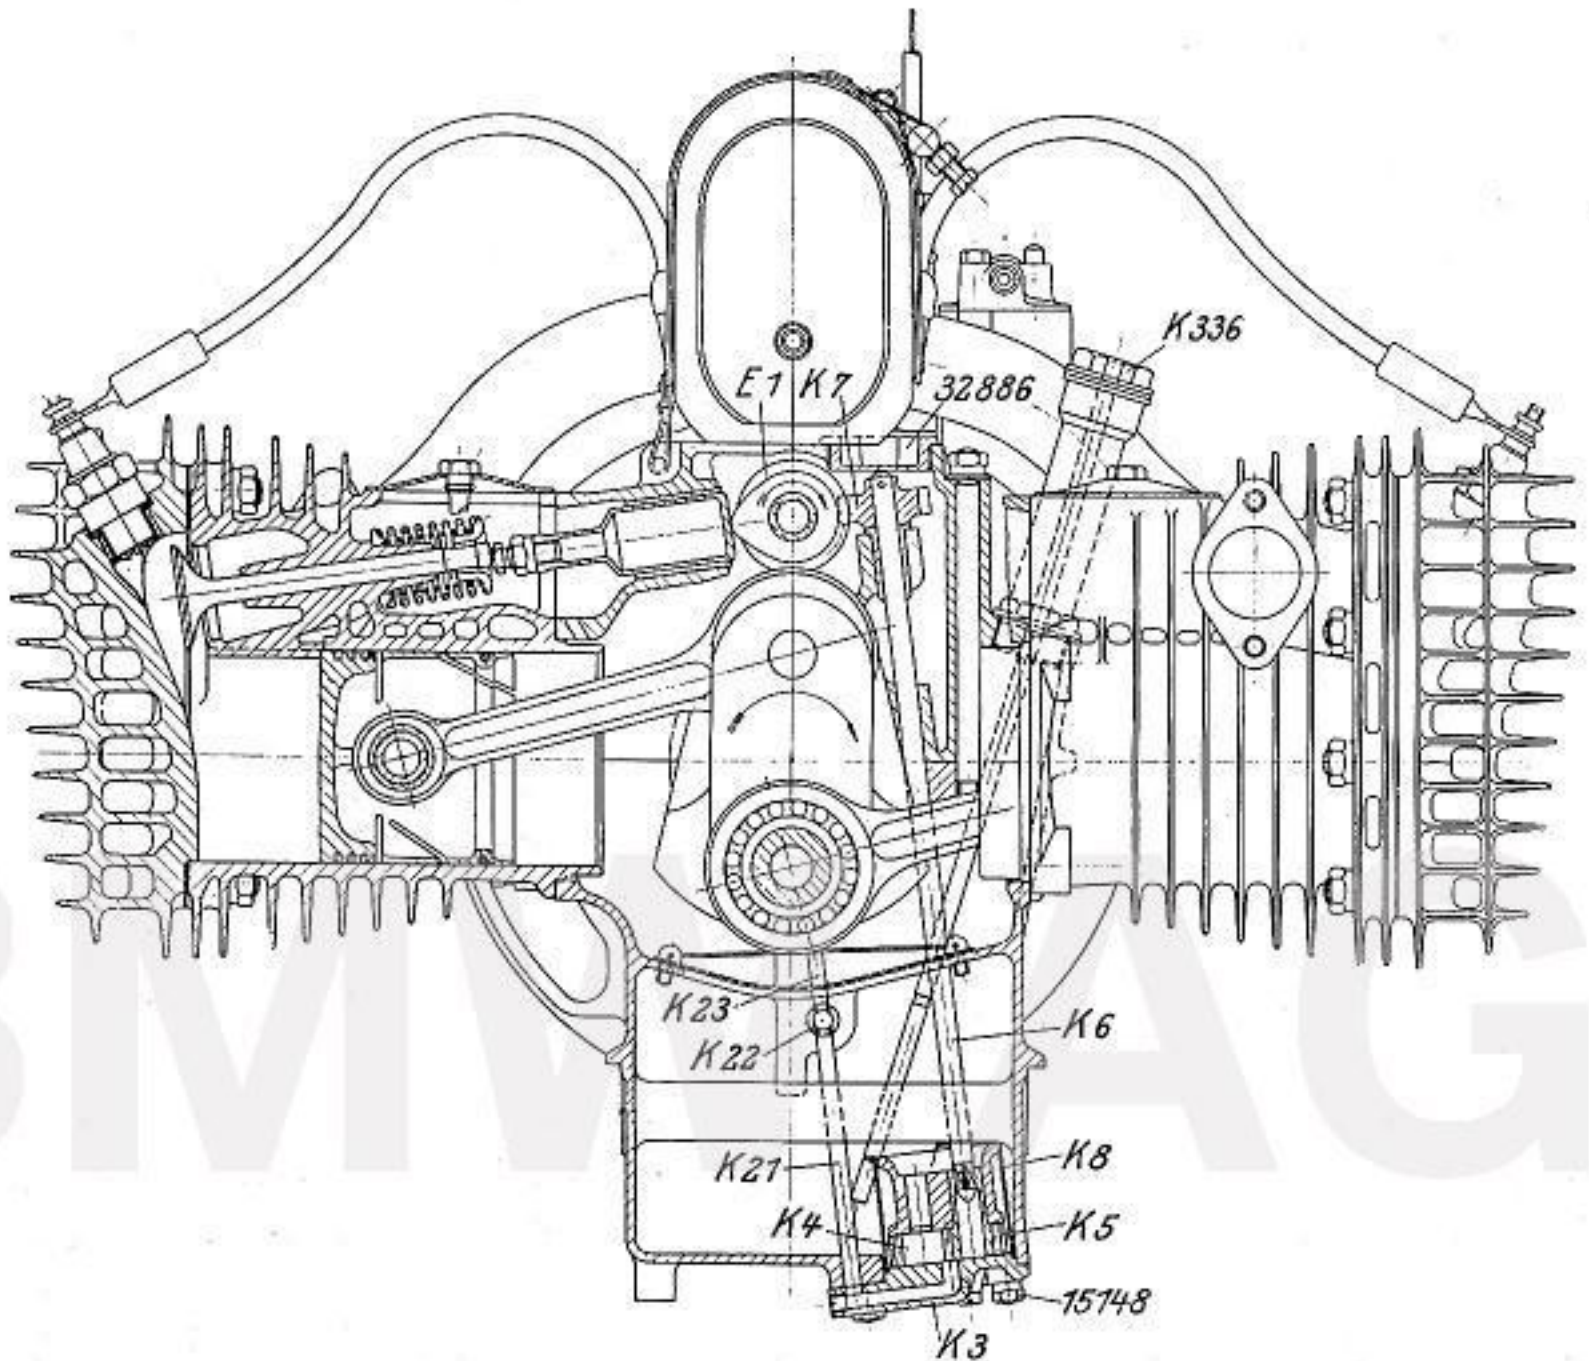

Abb. 10
9. Schmierung und Ölkontrolle: Die Schmierung erfolgt unter hohem Druck vollkommen selbsttätig wie bei einem neuzeitlichen Kraftwagenmotor, so daß ausreichende Ölversorgung auch bei höchster Beanspruchung sichergestellt ist. Eine im Motorgehäuseunterteil eingebaute Zahnradpumpe (Abb. 10) saugt durch einen Seih **K 8** das Öl durch die Tätigkeit der beiden Zahnräder **K 5** und **K 4** an, von denen das erstere mittels einer Welle **K 6** und Schneckenrad **K 7** von der auf der Steuerwelle **E 1** sitzenden Schnecke angetrieben wird. Das Öl wird durch eine Bohrung im Deckel **K 3** in das Steigrohr **K 21** gedrückt und gelangt in das Ölverteilungsrohr **K 22** und von hier aus durch die senkrechten Ölröhre **K 23** und die kalibrierten Öldüsen **K 24** zu den Kurbelwellenlagern. Durch die hohlgebohrten Zapfen wird das Öl mittels Ölskanälen sämtlichen Lagerstellen zugeführt. Die Schmierung der Kolben und Kolbenbolzen erfolgt durch das von der Kurbelwelle gegen die Zylinderwandungen geschleuderte Öl.